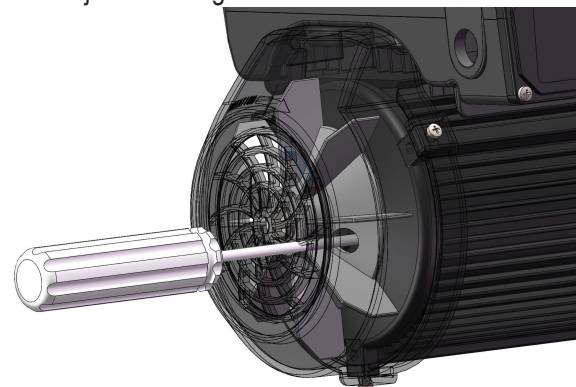

Figura 8
6. Para desatornillar el impulsor (#8) del eje, utilice el destornillador en la parte trasera de la carcasa del motor para prevenir que el ventilador/eje siga girando y saque el impulsor del eje. Vea la Figura 8.